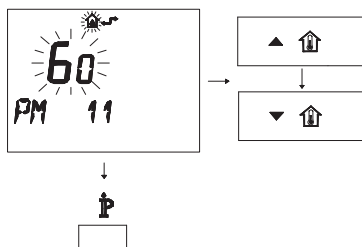

Figura 5.39
- Per modificare il SET programmato agire sui pulsanti ▲ **UP** o ▼ **DOWN** e aspettare che il numero programmato cominci a lampeggiare (Figura 5.39). Ogni passo incrementato o decrementato corrisponde a 1 secondi.